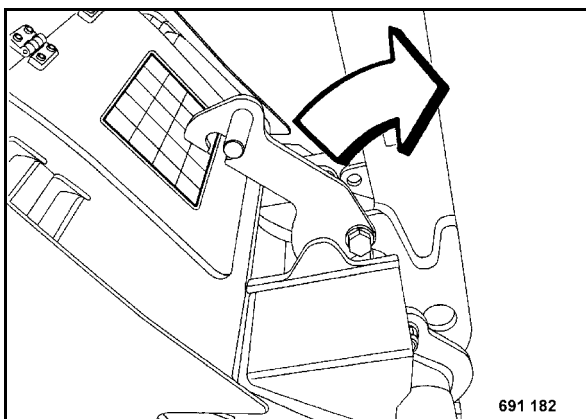

рис. 20
- Потянуть рычаг защелки (рис. 20) и опустить дышло.